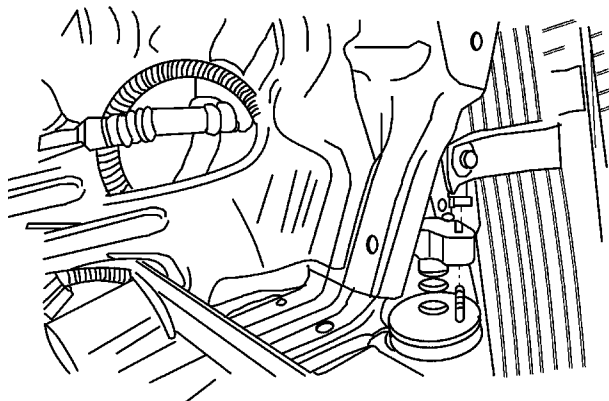

图 5-43 拆卸液管板至储液干燥器的固定螺母
9) 按照图 5-43 所示, 拆卸液管板至储液干燥器的固定螺母。